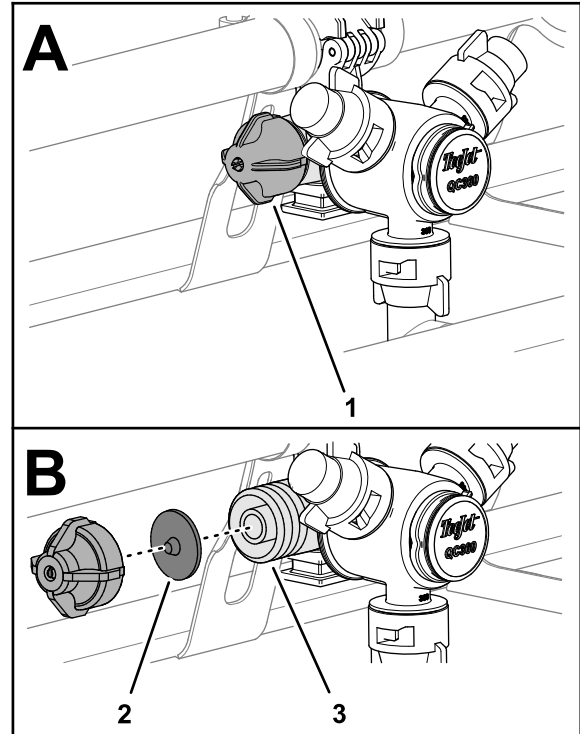

Figura 32
- Gire la tapa del diafragma en sentido antihorario y retire la tapa del cuerpo de la boquilla (Figura 32).
- Retire el diafragma de la válvula de retención de la tapa o del cuerpo de la boquilla (Figura 32).
- Limpie la tapa, el diafragma y el cuerpo de la boquilla con agua limpia (Figura 32).
- Monte el diafragma en la tapa con la punta del diafragma hacia la tapa (Figura 32).
5. Monte la tapa y el diafragma en el cuerpo de la boquilla y apriételos a mano (Figura 32).